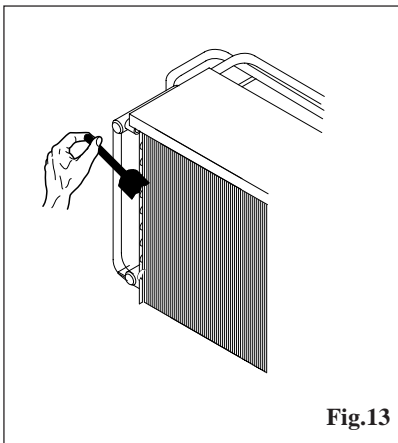

Fig.13
- togliere la polvere e lo sporco presente nelle alette del condensatore usando una spazzola od un pennello e un aspirapolvere (Fig.13).
Dust and dirt on the air condenser blades reduce refrigerating efficiency or may even prevent refrigeration and the compressor: the condenser must therefore be cleaned regularly (every 20-30 days), as indicated in figure 13. To clean, proceed as follows:
- Clean the dust and dirt from the condenser blades with a brush or paint brush or vacuum cleaner (fig.13).
Le dépôt de poussière et de saleté sur les ailettes du condenseur (à air) nuit à l'efficacité de l'installation et peut même aller jusqu'à en empêcher le fonctionnement et abîmer le compresseur. Aussi est-il indispensable de le nettoyer périodiquement (tous les 20 à 30 jours) comme le montre la fig.13. Les opérations à effectuer sont les suivantes:
- enlever la poussière et la saleté des ailettes du condenseur à l'aide d'une brosse/pinceau et d'un aspirateur (fig.13).
Staub- und Schmutzablagerungen, vor allem auf den Lamellen des (Luft-) Kondensators beeinträchtigen die Funktion der Anlage und könnten zu Funktionsstörungen und sogar zur Beschädigung des Kompressors führen: deshalb soll der Kondensator regelmäßig (d.h. alle 20 - 30 Tage) wie folgt (siehe Abbildung 13) gereinigt werden:
- den auf den Lamellen abgesetzten Staub und Schmutz mit einer Bürste oder einem Pinsel und einem Staubsauger entfernen (Abb.13).
- sacar el polvo y la suciedad presente en las aletas del condensador usando un cepillo y una aspiradora (fig.13)